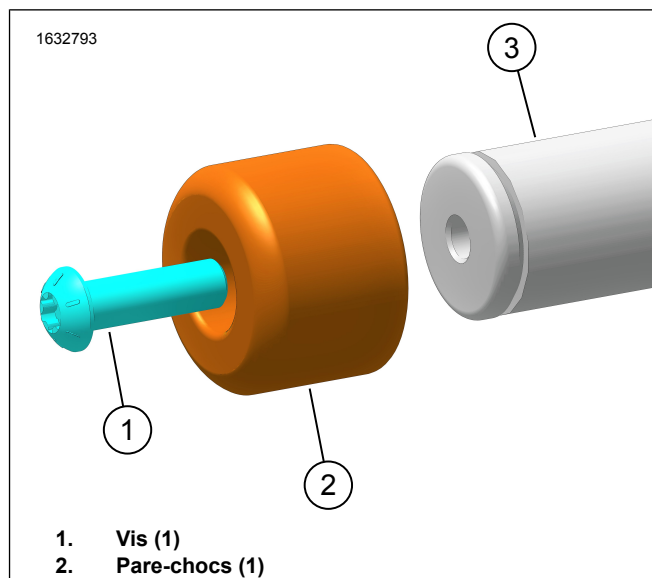

Figure 4. Remplacement du pare-chocs
- 1. Voir la Figure 4. Retirer et jeter la vis (1) et le pare-chocs (2).
- 2. Installer le pare-chocs (2).
- 3. Installez les vis (1). Serrer.